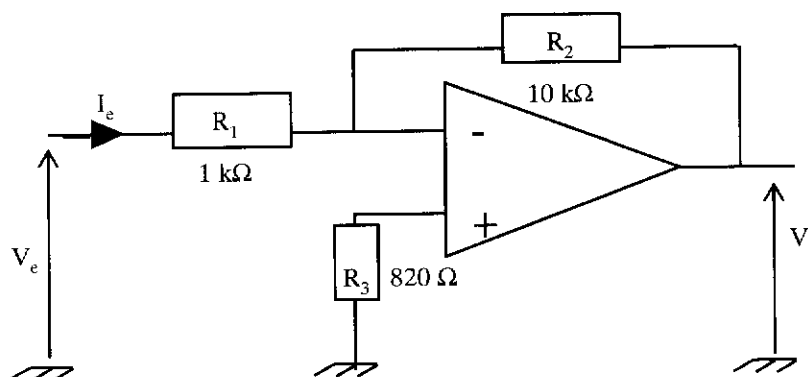

Figure 3
1) On donne le circuit ci-dessous (figure 3) :